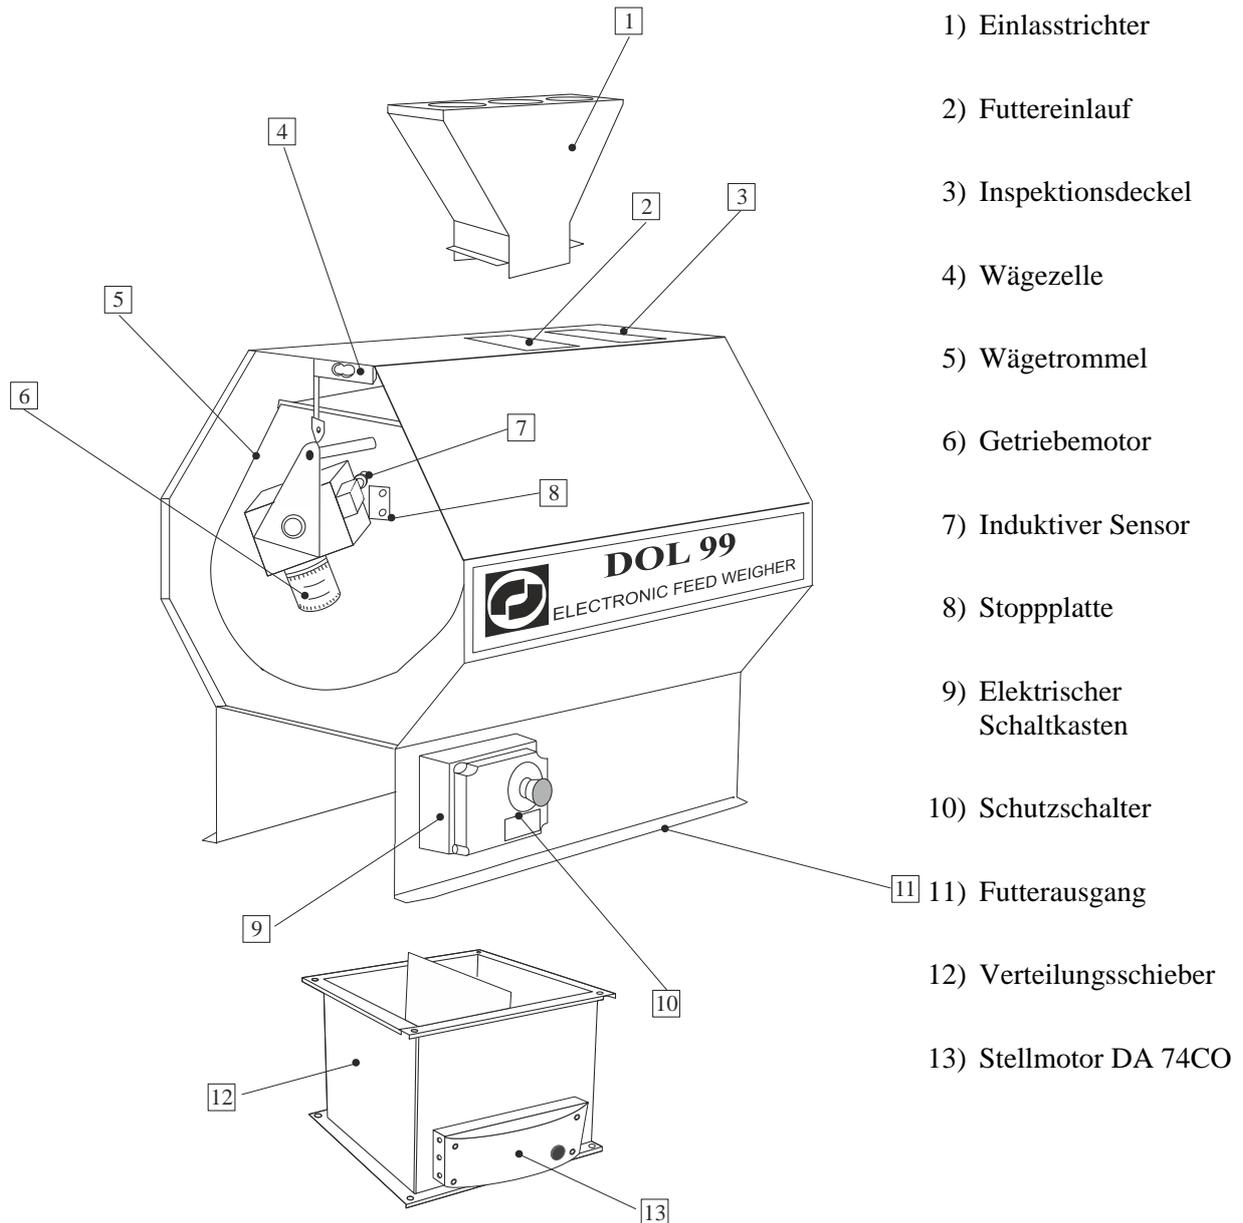

Abb. 10: Detailübersicht über die DOL 99B mit Einlasstrichter und Verteilungsschieber.
- Den Inspektionsdeckel demontieren, siehe Abb. 10, Punkt 3.